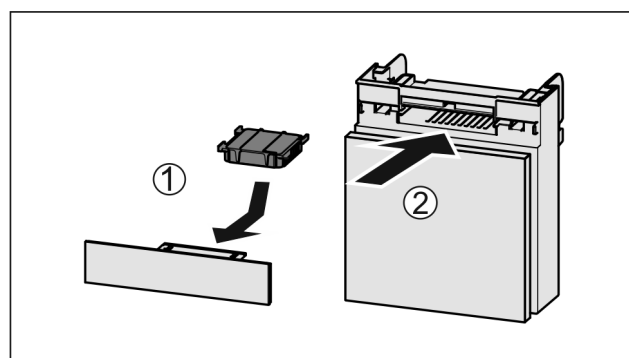

Fig. 172
- Aktivkohlefilter nach Abbildung einsetzen Fig. 172 (1).
- Fach einschieben Fig. 172 (2).